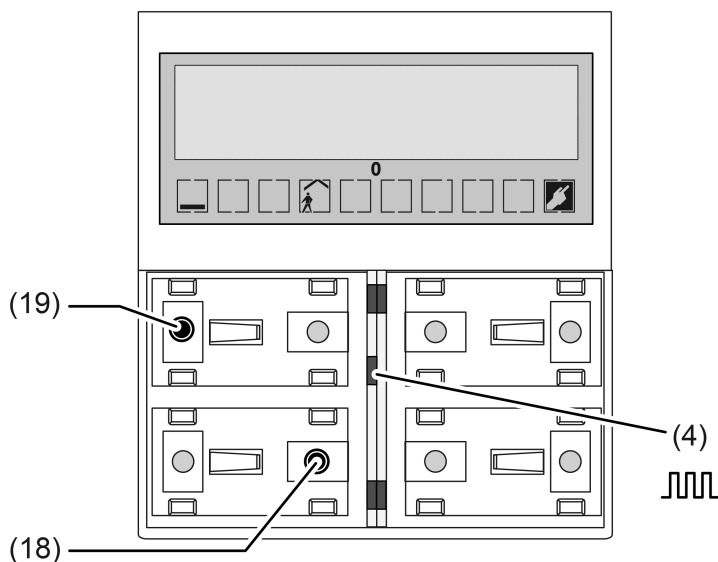

Bild 7: Tasten zur Aktivierung des Programmiermodus
- Programmiermodus aktivieren. Dazu Taster oben links der Wippe 1 (19) drücken und gedrückt halten (Bild 7). Dann zweiten Taster unten rechts der Wippe 1 (18) drücken. Der Programmiermodus ist aktiviert. Die Betriebs-LED (4) blinkt schnell (ca. 8 Hz). Im Display des Geräts wird der Text "Programmier-Modus", zusätzlich der Gerätetyp und die Version der Gerätefirmware angezeigt.